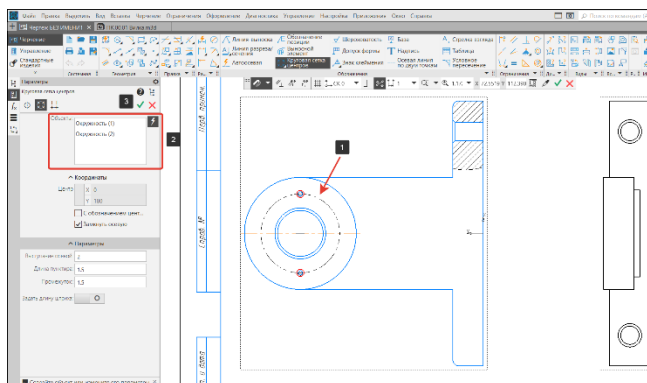

Рисунок 220 – Объекты круговой сетки
- Объекты подсвечиваются в графической области (1), а их названия отображаются в поле Объекты (2) (Рисунок 220);
- Для завершения команды нажмем на кнопку Создать объект (3) (Рисунок 220).